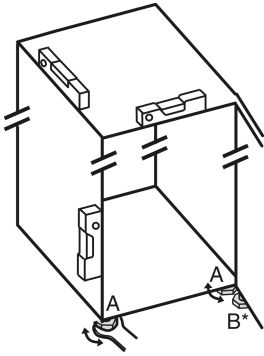

Fig. 5
- Extrageți prin rotire picioarele reglabile Fig. 5 (A) cu cheia fixă atașată și cu ajutorul unei nivele cu apă, până când aparatul este fix și aliniat plan.
- Extrageți prin rotire piciorul reglabil Fig. 5 (B) de la suportul de lagăr cu cheia fixă atașată, până când acesta atinge solul.
- Continuați să rotiți piciorul reglabil Fig. 5 (B) cu 90°.